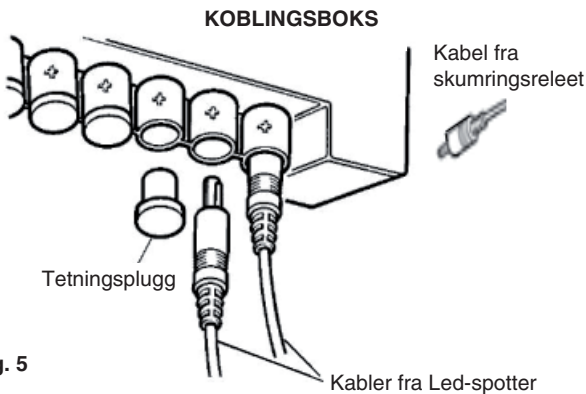

Fig. 5
9. Fjern så mange tetningsplugger i koblingsboksen som du har LED-spotter. Trykk i tilkoblingskontaktene så langt det går i koblingsboksen, "+" på kontaktene skal mot koblingsboksens "+"-merking (se fig. 5). Tetningspluggene skal være montert i alle uttak som ikke brukes i koblingsboksen for å beskytte mot fuktighet.
11. Kablen på koblingsboksen skal kobles til transformatoren og monteres med den mutteren som er på kablen. Transformatoren kobles deretter til et strømuttak (se. Fig. 5).